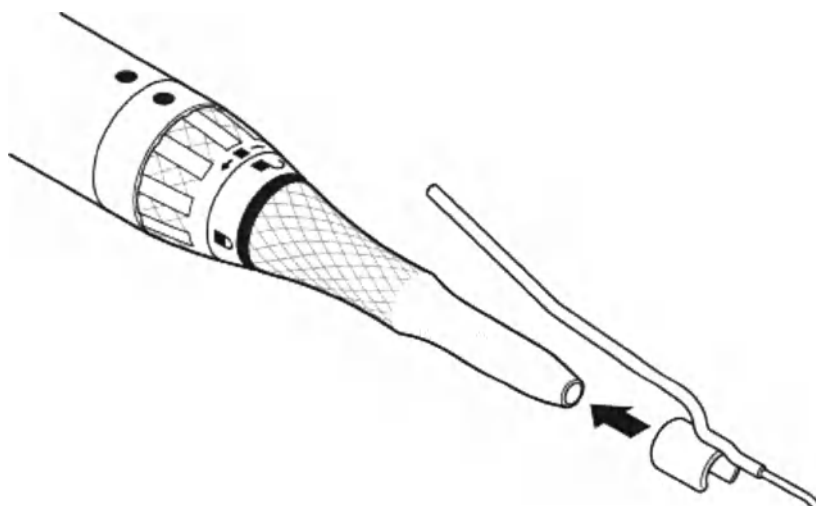

Рис. 2 – Присоединение ирригационного зажима
2. При использовании аксессуара с ирригационным зажимом, насаживайте подходящий ирригационный зажим на двигатель, пока он не будет плотно прилегать (Рис. 2).